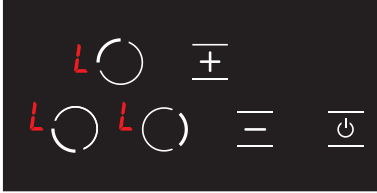

Abbildung 24
1. Wenn der Herd eingeschaltet und die Tastensperre aktiv ist, erscheint das Symbol **L** auf dem gesamten Bildschirm. (siehe Abb. 24) Wenn eine heiße Kochplatte vorhanden ist, werden die Symbole **L** und **H** abwechselnd auf dem Bildschirm angezeigt. Nur mit der **⏻** Taste kann der Herd ein- und ausgeschaltet werden.